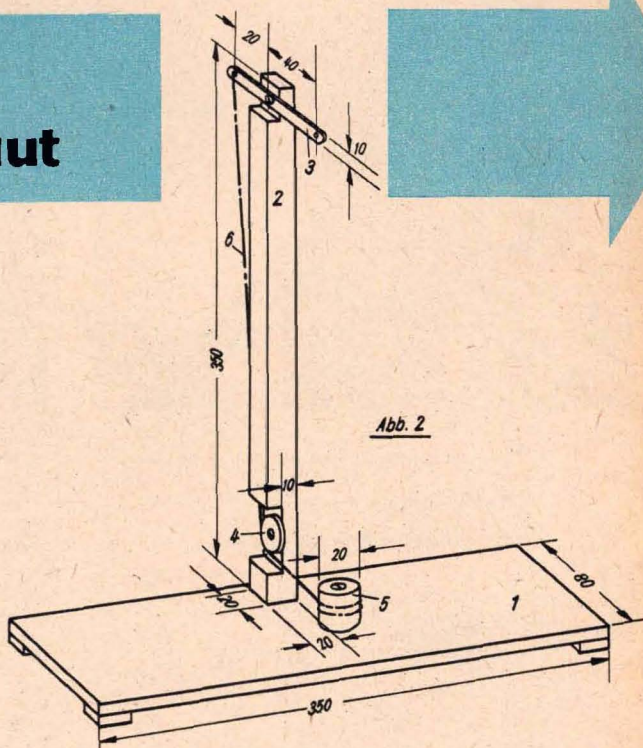

Abb. 2
einem U-förmig gebogenen Messingstreifen  $8 \times 32$  mm, 1 mm stark. Die Schraube M 3 greift unten in ein Gewinde und erzeugt beim Anziehen die Klemmwirkung zur Befestigung am Sternchengehäuse. Teil 3 ist aus Federstahldraht etwa 1 mm  $\phi$  in der gezeichneten Form gebogen und am Teil 2 formschlüssig befestigt. Bei der Herstellung ist darauf zu achten, daß das Ende am Einstellrad parallel zur Einstellscheibe am „Sternchen“ steht. Der Einbau im Gerät ist denkbar einfach. Die Abb. 2 zeigt, wie die vordere Deckplatte mit der Aufschrift „Transistor-Taschenradio“ abzunehmen geht. Nunmehr kann die Vorrichtung nach Abb. 3 eingebaut werden. Die Befestigungsvorrichtung wird so eingestellt, daß der über die Stahlfeder wirkende Anpreßdruck zur Mitnahme der Skalenscheibe ausreicht. Bevor der Gehäusedeckel wieder aufgesteckt werden kann, ist die Aussparung den Erfordernissen entsprechend zu vergrößern.
Die Anordnung der Linsen geht aus Abb. 2 hervor. Diese Anordnung ermöglicht es uns auch, eine Blende einzusetzen, um die störenden Randstrahlen zu dämmen. Die Länge l des Rohres (1) vergrößert sich um die halbe Länge der Objektvfassung.
Ein spezielles Stativ zum Aufhängen zeigt Abb. 2. Die Säule 2 wird aus Vierkantholz hergestellt und in das Grundbrett 1 eingedübelt und verleimt. Am hinteren Ende des Hebels 3 wird ein Faden befestigt, der